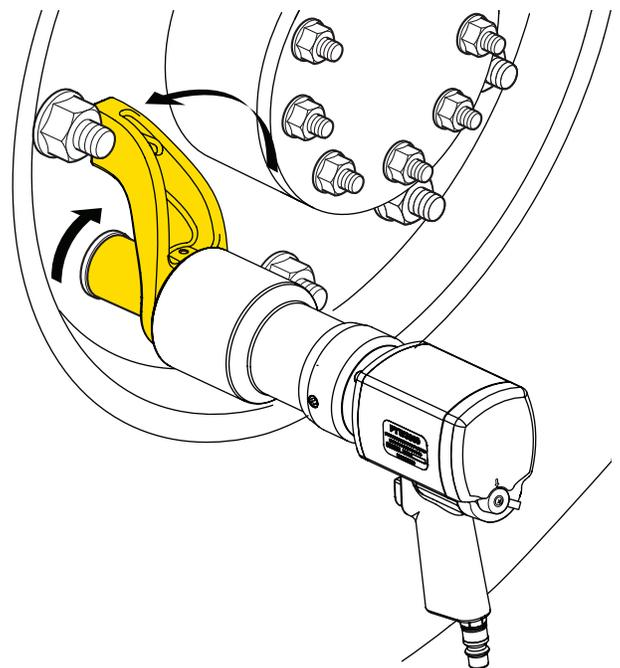

Fig. 8
9. A fig. 8 apresenta a posição para o braço de reação quando o eixo quadrado acionador gira em sentido horário.
11. Para apertar um estojo de fixação (ou aplicar torque no sentido horário): Certifique-se de que a alavanca está na posição "F" e que o braço de reação está na posição mostrada na fig. 8. Pressione totalmente o gatilho e mantenha-o pressionado até a chave de torque parar.